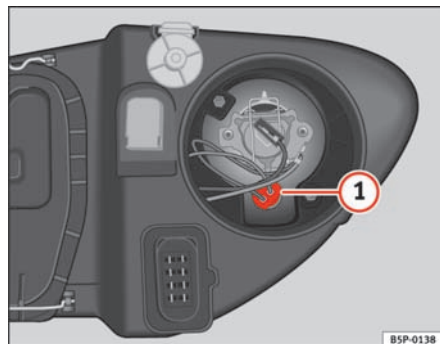

Fig. 162 Positionsllys
- Tag fatningen ⇒ fig. 162 **1** ud.